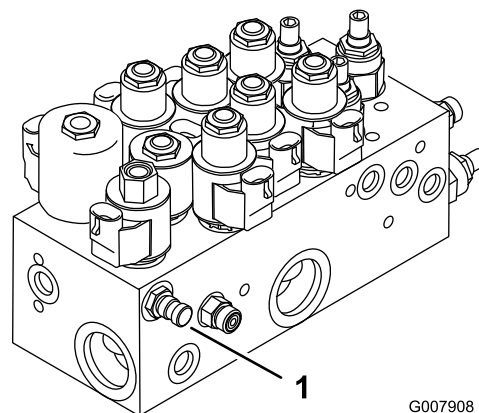
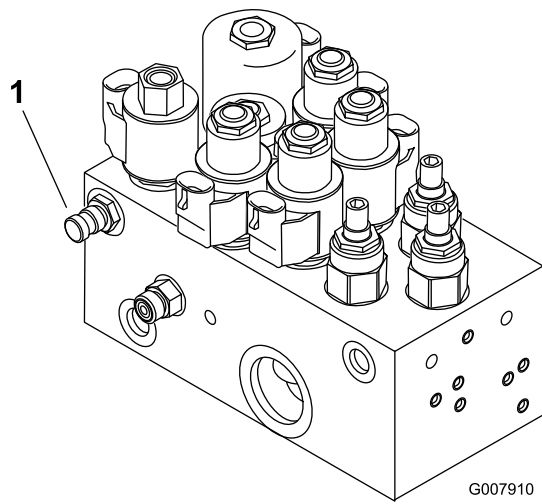

Figura 78
Figura 79
1. A porta de teste A (Figura 78 e Figura 79) é utilizada para ajudá-lo a detectar os problemas no circuito hidráulico dos cilindros de elevação.